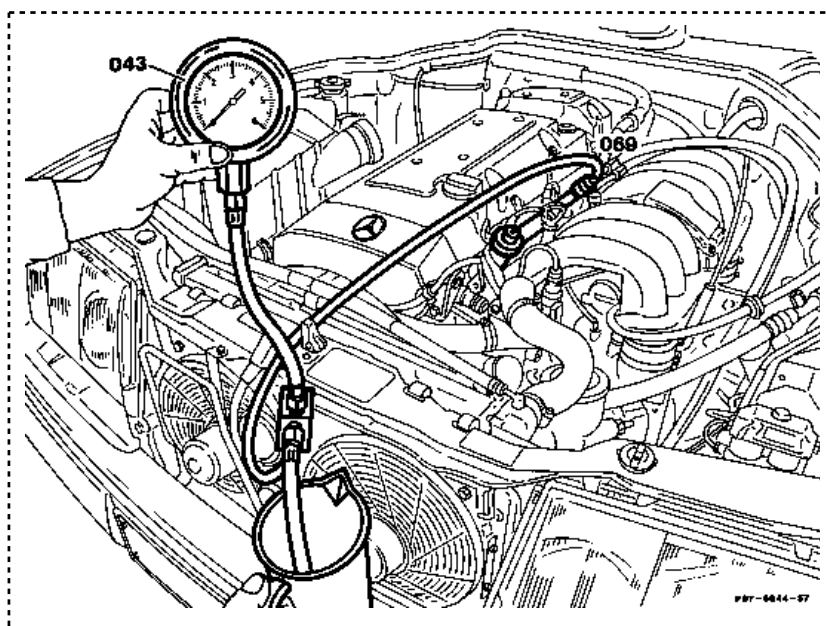

Bild 1
Nach Beendigung der Prüfung Kraftstoffdruck über Meßbecher (055) abbauen und Restkraftstoff auslaufen lassen (siehe Bild 1).